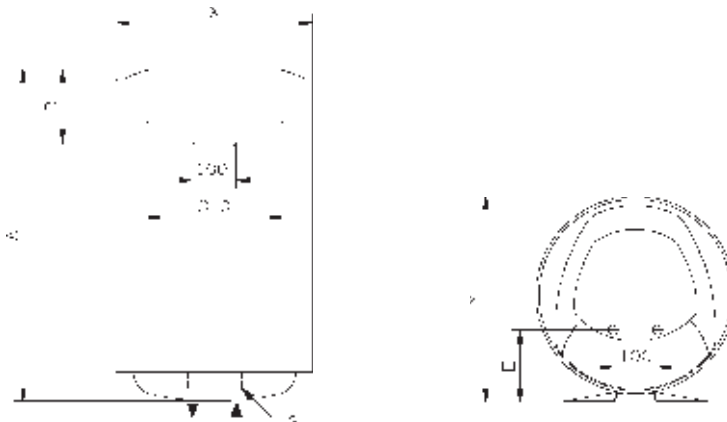

Рисунок 3
- Установочные размеры (рисунок 3, таблица 2).